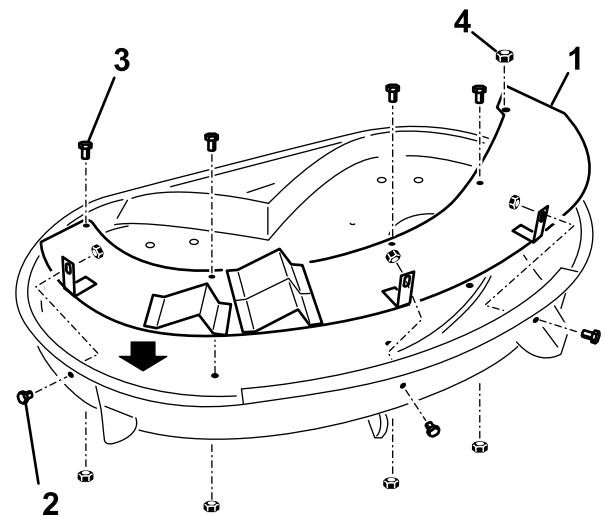

Figura 2
1. Instale el deflector superior, con las escuadras hacia el cortacésped según se muestra en Figura 2. Asegúrese de que las roscas de la varilla del conducto de descarga sobresalen por el taladro del deflector.
2. Instale la contratuerca que se retiró anteriormente sobre las roscas de la varilla de retención del conducto de descarga para sujetar el deflector al cortacésped (Figura 2).
3. Instale tres pernos (5/16 x 5/8 pulgada) y tres tuercas con arandela prensada (5/16 pulgada) por el lateral del cortacésped en la posición de cada escuadra según se muestra en Figura 2. Instale los herrajes con las tuercas en el interior.
4. Instale cuatro pernos (1/4 x 5/8 pulgada) por el deflector, hacia arriba a través de la parte superior del cortacésped, y fije el deflector con cuatro contratuercas (1/4 pulgada) según se muestra en Figura 2.